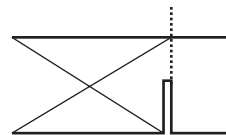

Fig. 10
- > Espere até que o disco de corte (22) atinja a velocidade máxima antes de colocá-lo em contacto com a peça de trabalho.
- > Tenha em atenção ao bordo do corte quando corte pelas linhas marcadas. Não corte diretamente pela linha, mas sim ao lado desta (Fig. 10).
- > Segure a pega para baixar o disco de corte (22) lentamente com uma pressão uniforme através da peça de trabalho.
- > Guie a unidade do motor (19) para cima depois do corte e desligue o produto.
- > Espere até que o disco de corte (22) pare por completo antes de retirar a peça de trabalho e as peças de descarte.